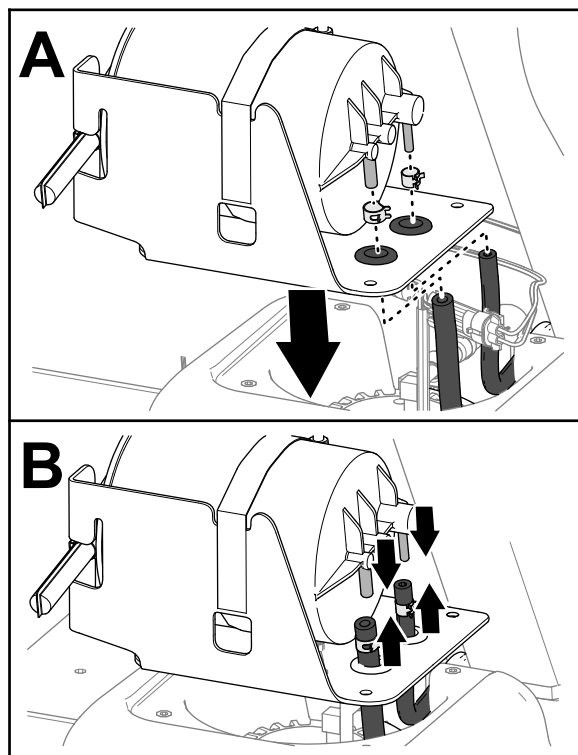

图 90
1. 将油箱软管穿过碳罐支架的套环图 90。
2. 将软管夹安装到软管上图 90。
3. 将软管安装到碳罐的接头上图 90。